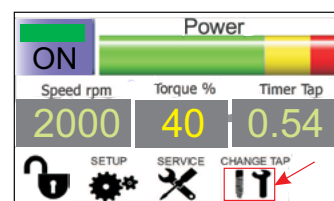

FIG. 14
- Sur la page-écran principale du panneau, appuyer sur la touche **CHANGE TAP** (FIG. 14). Vous verrez le signal clignoter ;
- Cliquer à nouveau sur CHANGE TAP (FIG. 14) ;
- Appuyer sur la touche OFF de l'écran tactile pour rallumer la machine (ON).